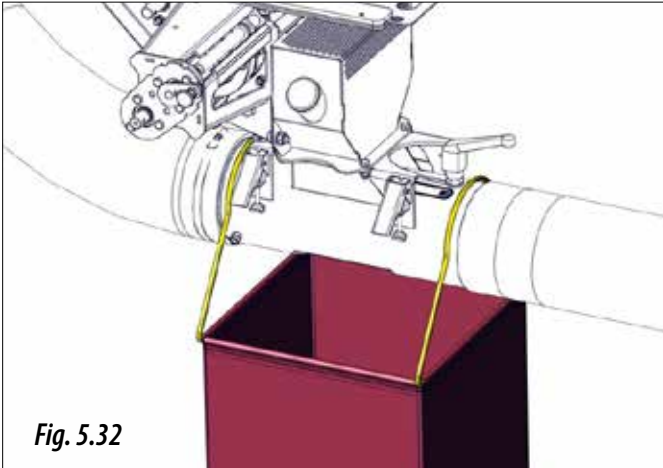

Fig. 5.32
4.A.3- Placer le sac fourni ou un récipient sous la sortie de l'injecteur venturi (figure 5.32).